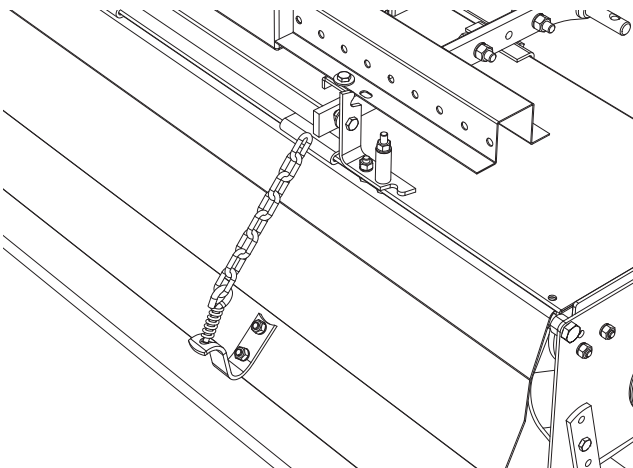

FIG. 8
- Die Haubenregulierung montieren (Fig. 8)